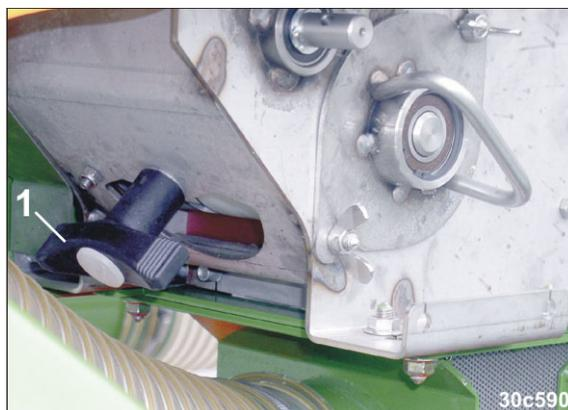

Fig. 265
2.1 Den Griff (Fig. 265/1) verdrehen.
7. Die Restentleerungsklappe(n) (Fig. 265/1) schließen.